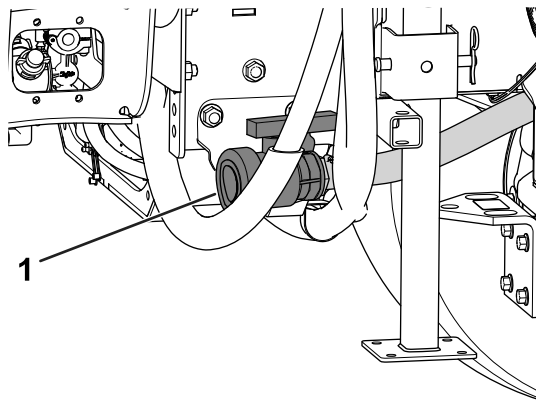

Figure 92
2. Trouvez l'emplacement du robinet de vidange de la cuve du côté droit de la machine (Figure 92).